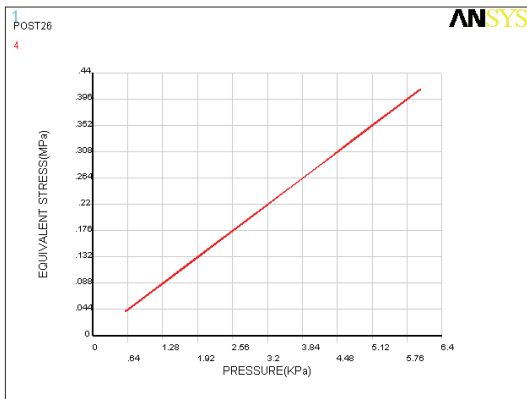

图 6-69 中心点等效应力随载荷的变化规律曲线
33) 选择 Main Menu | TimeHist Postpro | Graph Variables 命令, 出现 Graph Time-History Variables 对话框, 在 NVAR1 1st variable to graph 输入栏中输入 4, 单击 OK 按钮, ANSYS 显示窗口将显示板中心点等效应力随载荷的变化规律曲线, 如图 6-69 所示。